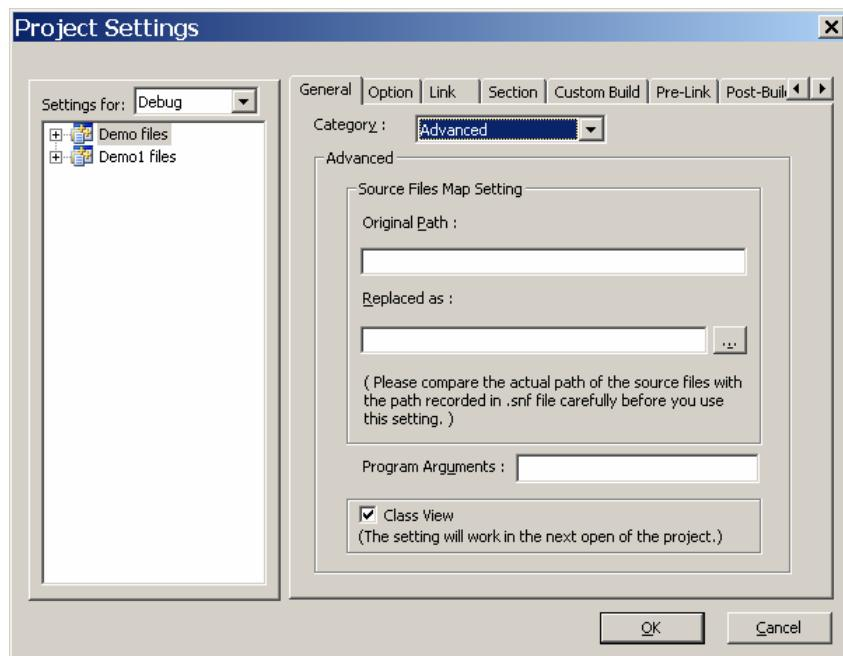

图 5.27 Advanced 对话框
(2) Advanced 对话框为源文件映射设置等高级设置对话框, 如图 5.27。